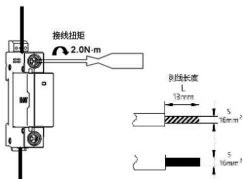

图6 接线方式
5.4 适用于铜导线连接，导线选择见表3，接线方式及剥线长度示意如下图6。